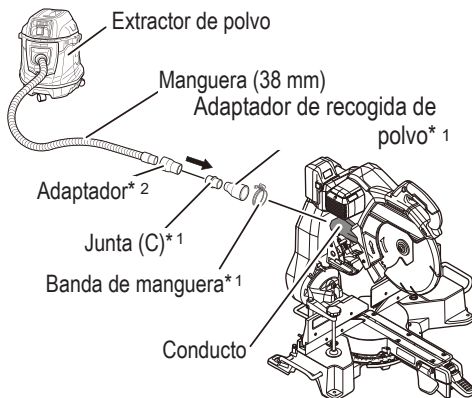

Fig. 55
13. Conexión del extractor de polvo (se vende por separado) (Fig. 55)
La conexión se realiza al presionar en la dirección de la flecha. (Fig. 55)